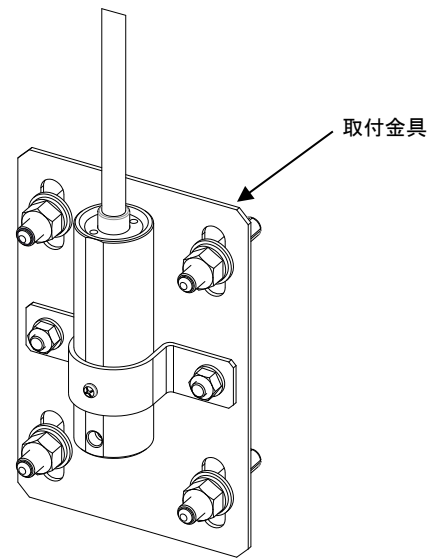

図 2-5 圧力式レベル計設置例
- 圧力式レベル計は、水流などに流されないよう、固定金具(オプション)等を使用して設置してください。設置例を図 2-5 に示します。